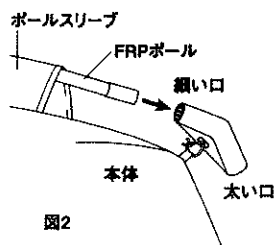

図2
(2)ポールスリーブの両サイドに付いているプラスチックのジョイントパーツの細い差し込み口(内側に凹凸のある側)にポールを差し込む。(図2)
(4)中央のポールのプラスチックジョイントパーツ(太い差し込み口)に4本つなぎのスチールポールを差し込む。(図2)